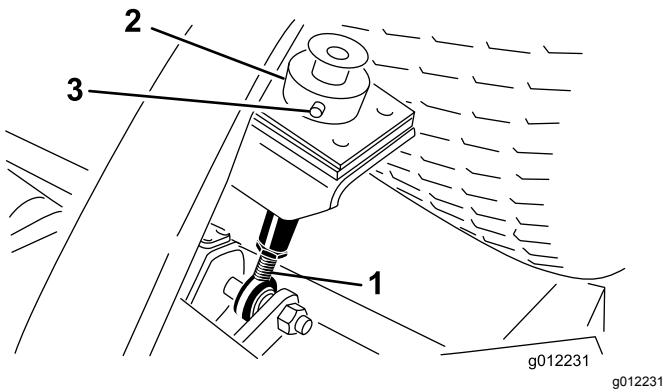
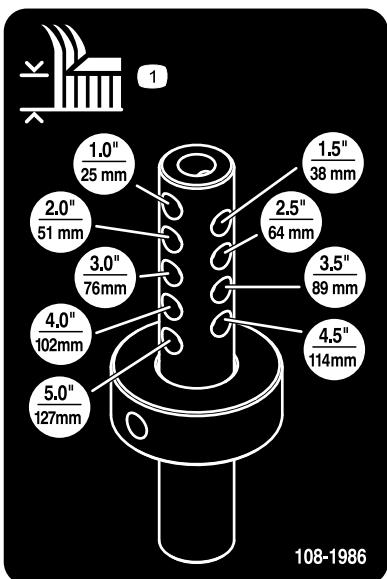

Figura 8
Figura 9
5. Retire el pasador y la chaveta que sujetan el collar de ajuste de la altura de corte a la varilla de ajuste de la altura de corte, en la parte trasera de la unidad de corte (Figura 8).
6. Alinee el collar de ajuste de la altura de corte con los taladros de ajuste de la altura de corte deseados de la varilla de ajuste de la altura de corte (Figura 8 y Figura 9).